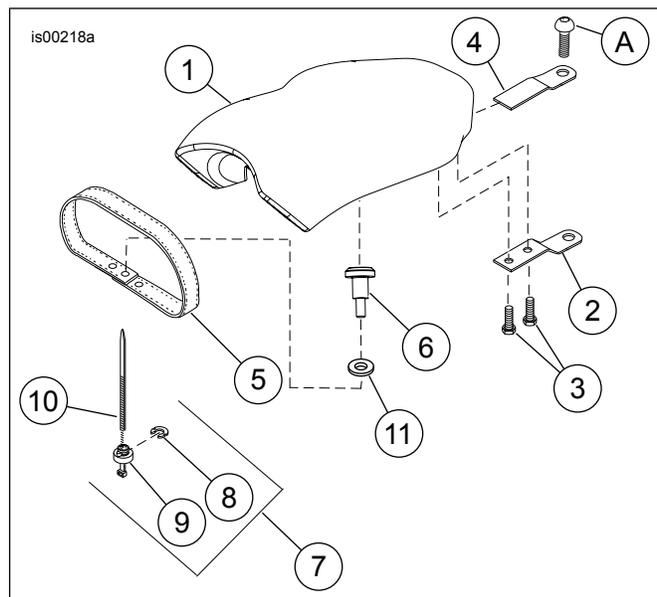

Abbildung 3. Ersatzteile: Satz 51404-10 abgebildet
Siehe Abbildung 3, Tabelle 1.
- a. Siehe Abbildung 3. Das Hinterradschutzblech gründlich reinigen und den Soziussitz auf dem Hinterradschutzblech in die Einbaustellung bringen. Die Schutzfolie von den einzelnen Puffern (12) abziehen, die Puffer unter die Ziernieten auf dem Soziussitz platzieren und die Puffer auf dem Schutzblech anbringen. Die einzelnen Puffer fest andrücken.
- b. Die Unterlegscheibe für die Bundschraube (11) zwischen der Bundschraube und der Solositzbefestigungshalterung einbauen.
4. **Alle Modelle:** Siehe Abbildung 3. Die Bundschraube (6) durch den Halteriemen (5) und in das Halteriemen-Befestigungsloch im Schutzblech einbauen.
6. **Für Satz 51404-10:** Den Soziussitz (1) durch den Halteriemen schieben und die Bundschraube in den Schlitz an der Unterseite des Soziussitzes eingreifen lassen. Den Soziussitz nach vorne schieben, bis er ganz in die Bundschraube eingreift.
8. Die Befestigungsschraube (A) durch die Sitzhalterung (2 oder 4) einbauen. Sicher anziehen.